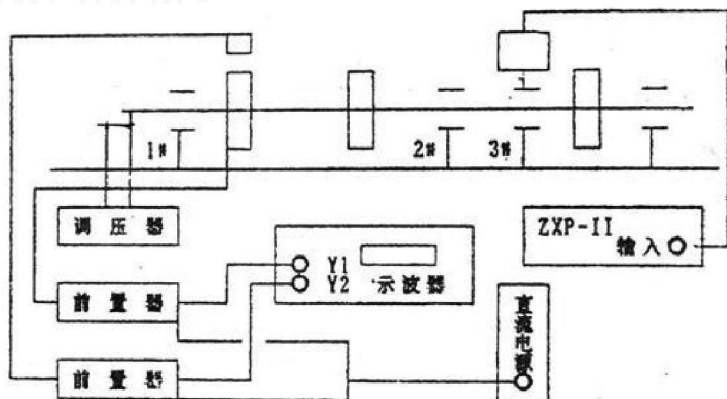

图 3-1 实验设备接线图
- 1.按图 3-1 接好测试系统，经教师检查后方可接通电源。